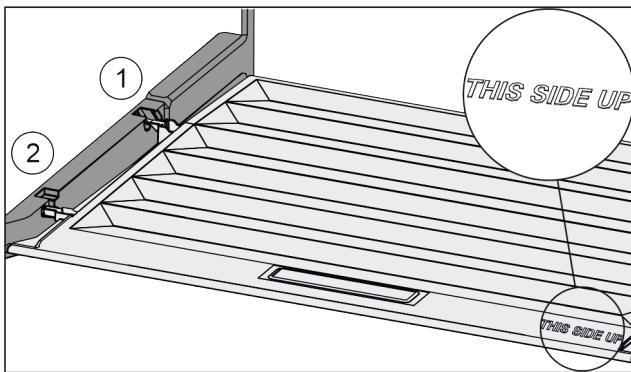

Fig. 116
- ▶ Robova predala vstavite nad odprtino zadnjega držala Fig. 116 (1), spredaj pa ju zataknite v držalo Fig. 116 (2).